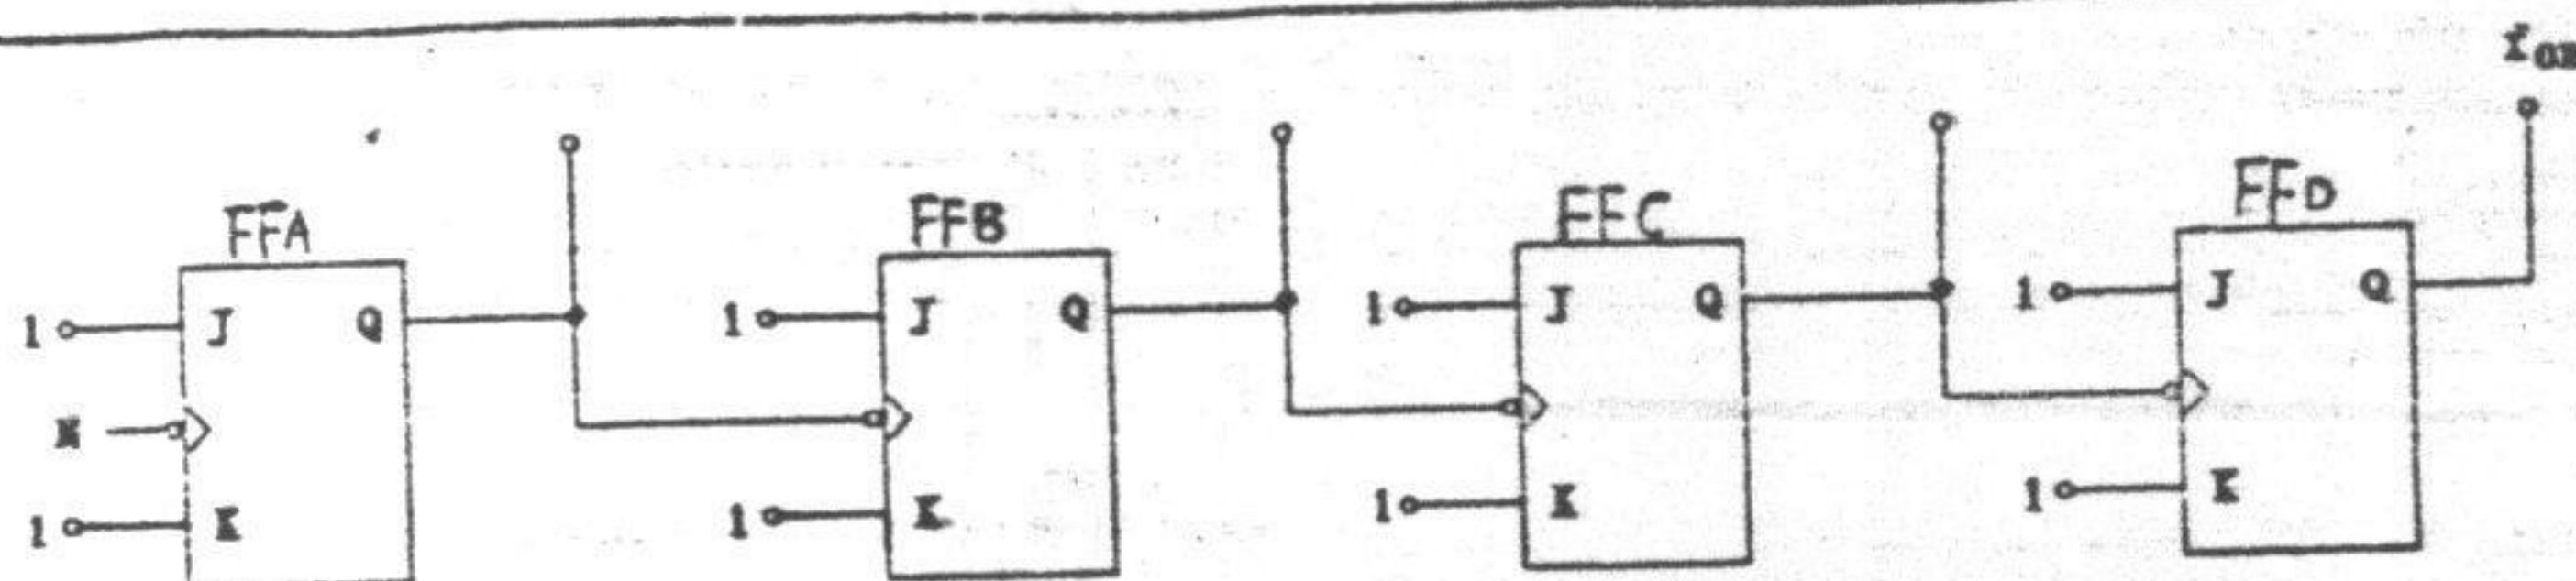

图 2
7、图 2 电路是 位二进制计数器, 也是 位四进制计数器, 若作分频器用, 并假设计数器输入脉冲的频率 $f_{\text{in}} = 256\text{KHZ}$, 则 FFD 触发器的输出频率 $f_{\text{out}} =$ KHZ。